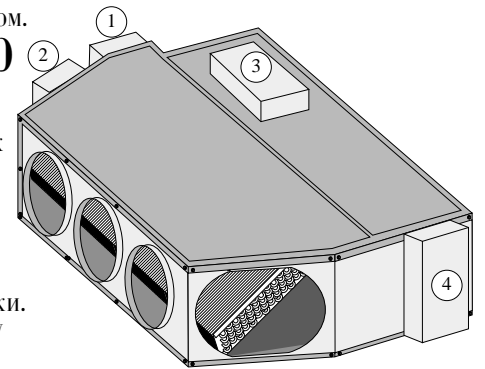
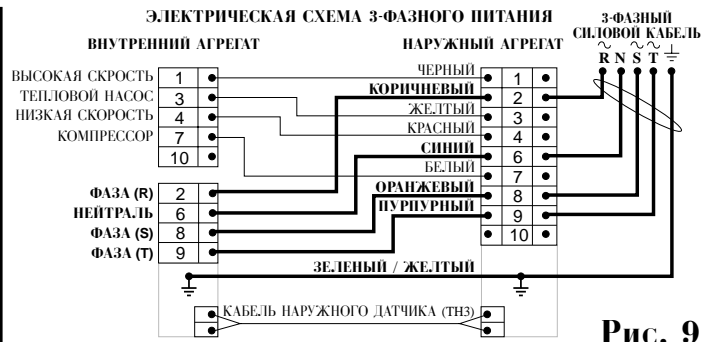

Рис. 7
Рис. 9
Электрические соединения внутреннего агрегата (см. рис. 7, 7а)
Распределительная коробка может быть установлена в нескольких местах на самом внутреннем агрегате (в положениях ②, ③ или ④) или на расстоянии до 1,5 м от агрегата. Установите коробку таким образом, чтобы обслуживающий персонал имел к ней удобный доступ. Распределительная коробка поставляется уже установленной на внутреннем агрегате (см. ① на рис. 7), и если это положение согласуется с принятой схемой установки, то можно его не менять.
1. Откройте распределительную коробку и найдите места соединений под ее крышкой. См. рис. 7а.
2. Установите настенный пульт ① на расстоянии до 8 м от распределительной коробки. Выберите такое место, чтобы команды управления можно было подавать отовсюду комнате.
3. Присоедините провод ② одним концом к настенному пульту, а вторым - к месту распределительной коробки, помеченному DISPLAY (ДИСПЛЕЙ).
4. Подключите электрический кабель, соединяющий внутренний и наружный агрегаты к соответствующим клеммам. Зачистите каждый провод на длину 8 мм и отверткой закрепите провода в клеммах. Следите за тем, чтобы провода были подсоединены в соответствии с цветовыми обозначениями, приведенными на рис. 9.
6. Подключите провод наружного датчика ① к клемме, обозначенной "ТНЗ". Выведите его из распределительной коробки вместе с электрическим кабелем при помощи зажима кабеля.
Рис. 7а
- Подсоедините провода к клеммному блоку в соответствии с цветовыми обозначениями, приведенными на рис. 9.